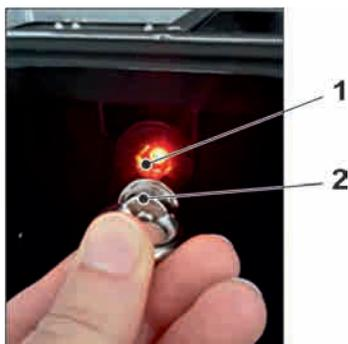

Abb. 30-1 Aufwecken des NivuLevel Mobile
2. NivuLevel Mobile „aufwecken“: dazu den mitgelieferten Magneten (Abb. 30-1 Pos. 2) vor den Reedkontakt (Abb. 30-1 Pos. 1; vorne am NFM) halten bis die LED leuchtet.